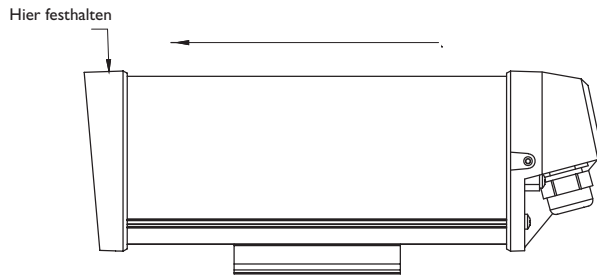

ABB. 2: Abdeckung entfernen
2. Halten Sie die vordere Gehäusekappe fest, und ziehen Sie sie nach vorne. Drücken Sie dabei die Abdeckung nicht ein. Andernfalls läßt sie sich nur schwer abziehen (siehe Abb. 2).